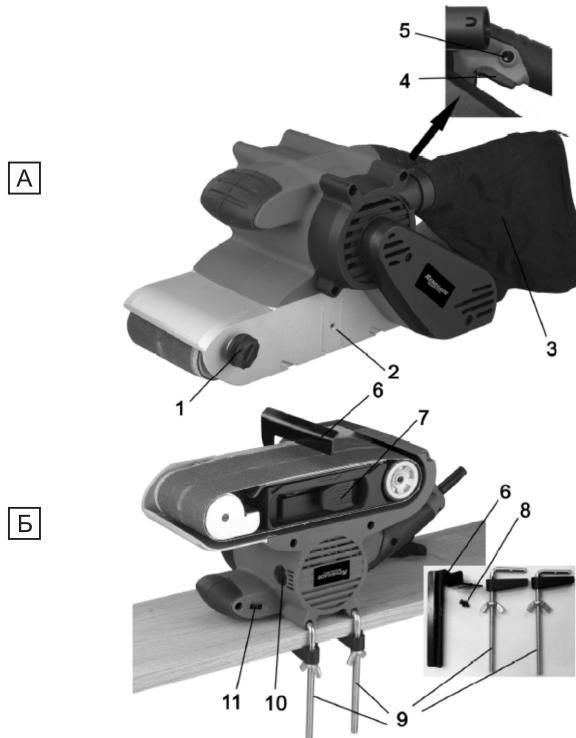

Рис. 1
- вращая регулировочный винт (поз. 1, рис.1) по часовой или против часовой стрелки, обеспечить параллельность шлифовальной ленты к плоской стороне инструмента.
Для регулировки оборотов необходимо вращать регулятор оборотов (поз. 11, рис. 1).
### **Установка шлифмашины в стационарное рабочее положение (рис. 1, В)**
Для установки шлифмашины в стационарное положение используются струбцины (поз. 9, рис. 1) и упор для шлифовки (поз. 6, рис. 1).
3. Закрепите с помощью двух струбцин шлифмашину к верстаку (столу) как показано на рис. 1, В.
4. Установите на шлифмашину упор для шлифовки, прикрутив его монтажным винтом (поз. 8, рис. 1, В) к монтажному отверстию (поз. 2, рис. 1, А).
Для включения шлифмашины в стационарном положении сначала зафиксируйте пусковой курок кнопкой фиксации курка (рис. 1), затем подключите шлифмашину к электросети.
Включение и выключение инструмента производится путем нажатия пускового курка (поз. 4, рис.1). Инструмент следует включить до момента соприкосновения с обрабатываемой поверхностью. Перед тем как выключить инструмент, его следует поднять над обрабатываемым изделием.
- нажмите на курок (поз. 4, рис.1).
- не отпуская курок, нажмите на кнопку фиксации курса (поз. 5, рис.1).